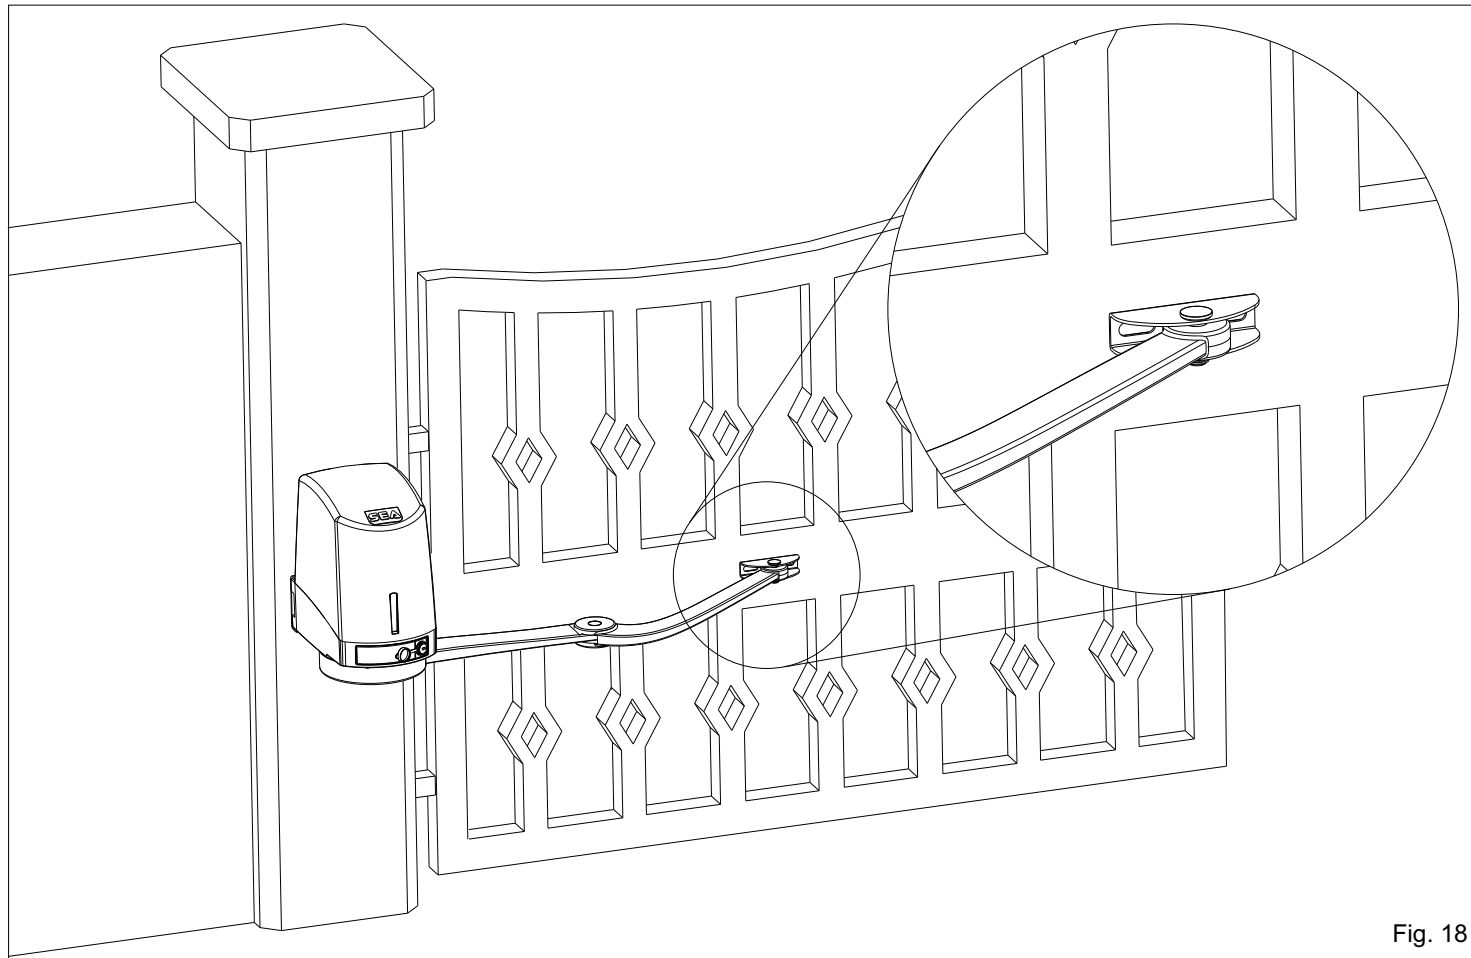

Fig. 18
- Extender el brazo articulado (Fig. 10), apoyar la entrada anterior ajustable sobre la cancela y trazar dos signos al centro de las dos ojales (Fig. 18) respetando la medida indicada en la Fig. 10.